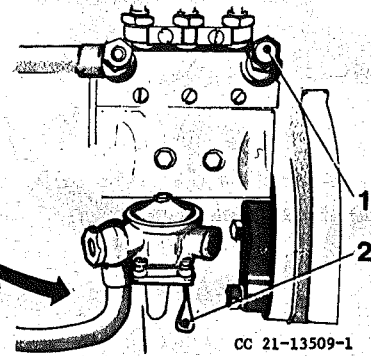

Fig. 31 Système de carburant
- 1 Dévisser la vis (1), fig. 31, de 3 tours environ.
- 2 Pomper à la main avec le bras de pompe (2) sur la pompe d'alimentation jusqu'à ce que le carburant qui s'échappe à la vis (1) ne contienne plus de bulle d'air.
- 3 Bloquer la vis (1).